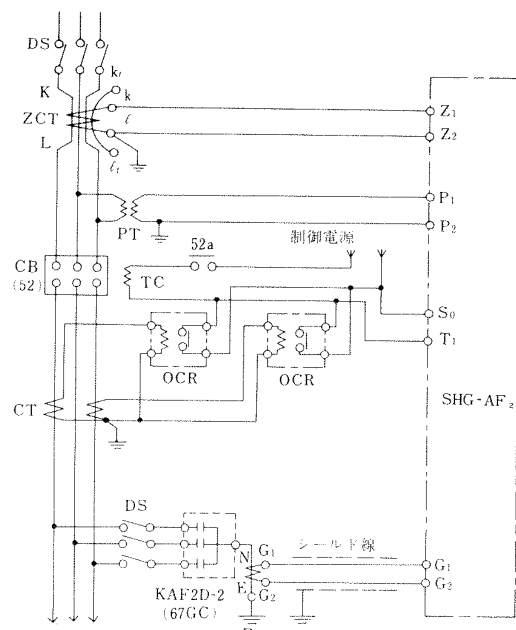

図6 電圧引きはずし
- 図6のDC電圧トリップの場合、出力接点のしゃ断容量がDC110V 0.4Aのため必ずCBの補助接点を直列に接続して下さい。